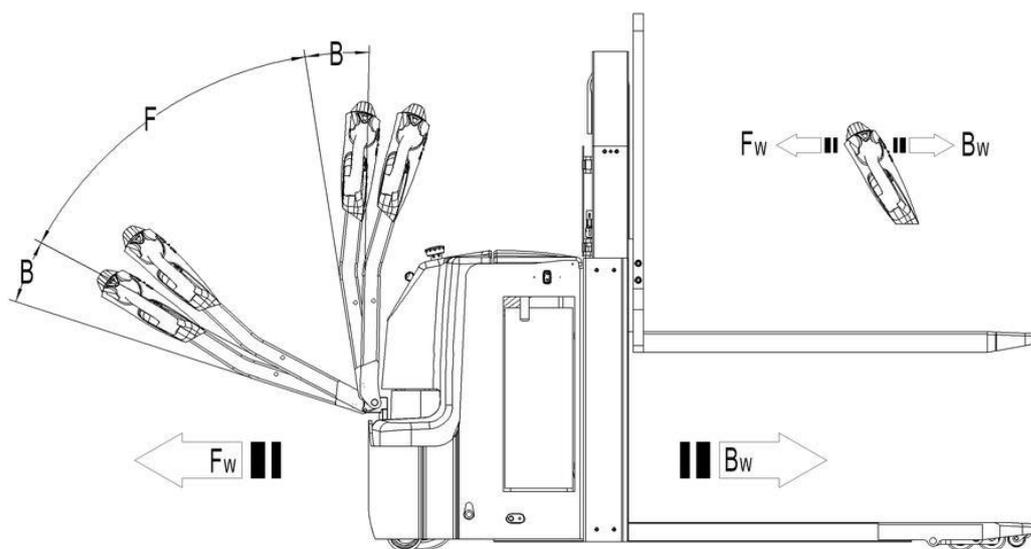

Рис. 10: Направления движения
Поверните ключ (рис. 1, поз. 6), переместите ручку в рабочее положение («F», рис.10), поверните рукоятку акселератора в направлении «вперед» («Fw», рис. 10) или «назад» («Bw», рис. 10).
- Тележка тормозит, если ручку управления перевести в верхнее или нижнее положение к зонам торможения («В», рис. 10). При отпуске ручки управления автоматически возвращается в верхнее положение к зоне торможения («В», рис. 10). Тележка будет тормозить, пока не остановится.
- Кнопка противоотката (рис. 1, поз. 1) защищает оператора от получения повреждений и травм. Если эта кнопка активирована, тележка притормаживает и/или начинает движение в противоположном направлении («Вw», рис. 10) на небольшое расстояние и останавливается. Примите во внимание, что эта кнопка действует, даже если тележка не едет, и ручка управления находится в рабочем положении.